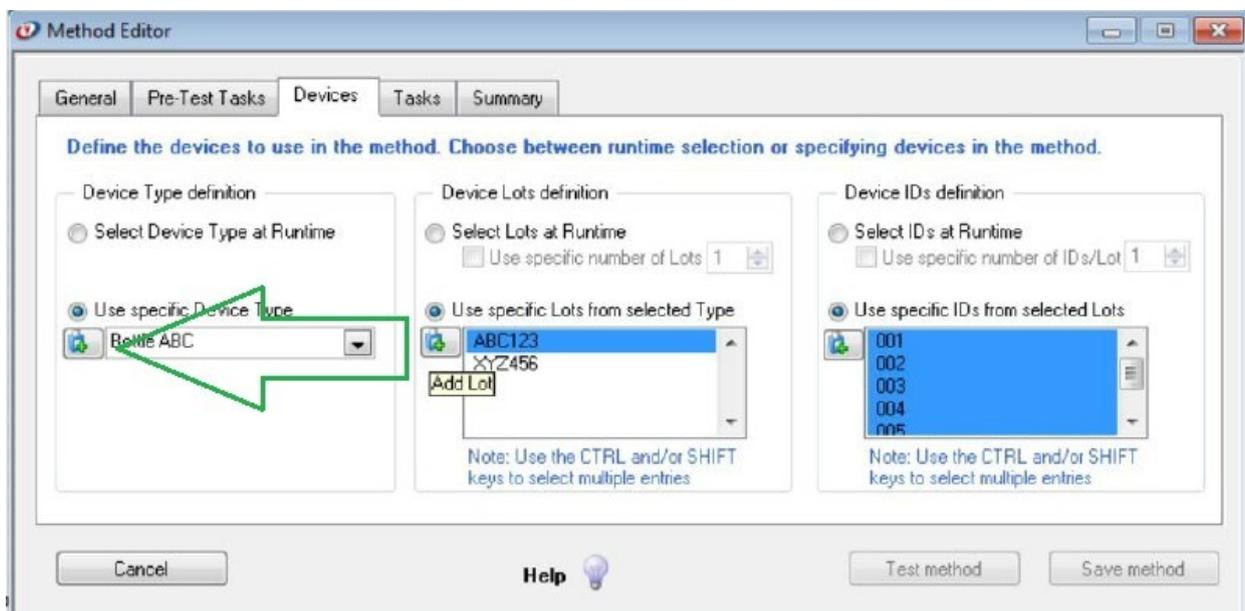

Figura 72. Guia dispositivos do editor de método, Use specific device type criação de um novo dispositivo.
- d) Defina um método usando o modo *Use Specific*, clique no botão *Use Specific Device Type* conforme Figura 72, e em seguida selecione o tipo de dispositivo desejado na lista de opções. Ou clique no botão *Add New Device Type* para adicionar um novo tipo de dispositivo. Em seguida selecione novamente o tipo de dispositivos na lista.